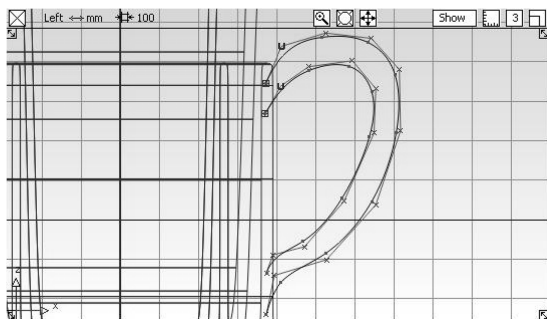

图 2-58 咖啡杯把手曲线
- 16 回到【Left】视窗，按下键盘上的【F5】键，将【Left】视窗最大化。选择【New CV curve】工具，在杯套右边绘制两条曲线，确保两条曲线的端点、终点与杯身模型曲线相交，取消选择，继续操作，如图 2-58 所示。